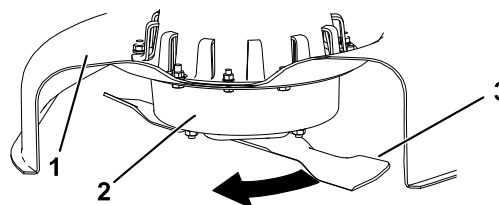

Figure 30
2. Enfilez des gants épais ou utilisez une autre protection adéquate pour les mains, et faites tourner la lame lentement jusqu'à une position permettant de mesurer correctement la distance entre le tranchant et la surface plane sur laquelle se trouve la machine (Figure 30).